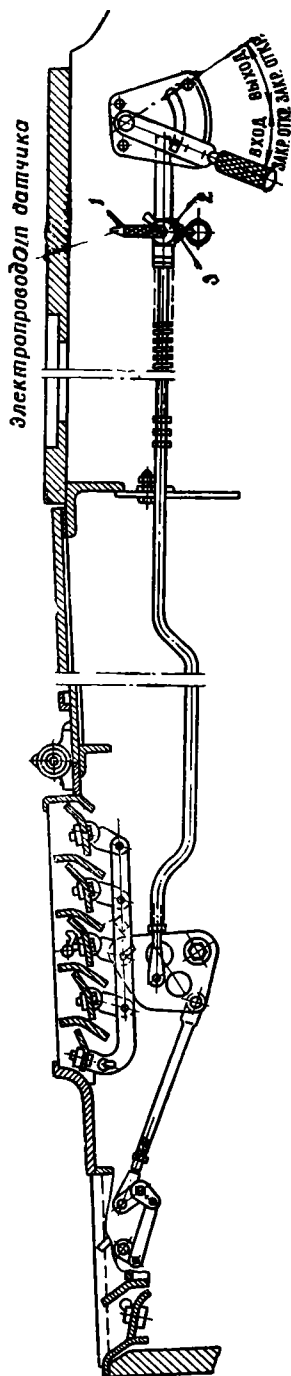

Рис. 60. Механизм закрывания жалюзи:
1. Расшплинтовать, вывернуть накидную гайку 2 (рис. 60) и отсоединить провод датчика пиропатрона.
1. Ввернуть корпус 3 (рис. 60) фиксатора в сборе с механизмом закрывания.